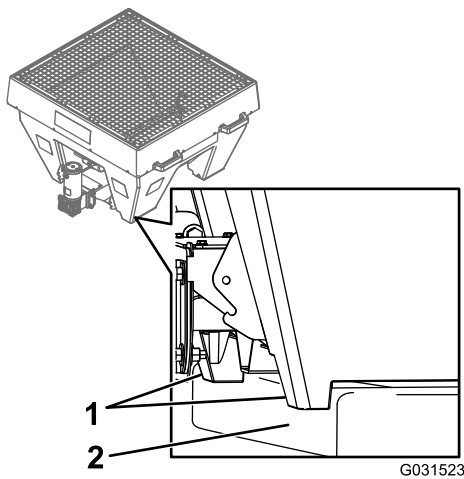

Bild 5
3. Schieben Sie den Streuer in Richtung Fahrzeugkabine, bis der Anschlagfuß die Ladepritsche des Nutzfahrzeugs berührt (**Bild 5**).